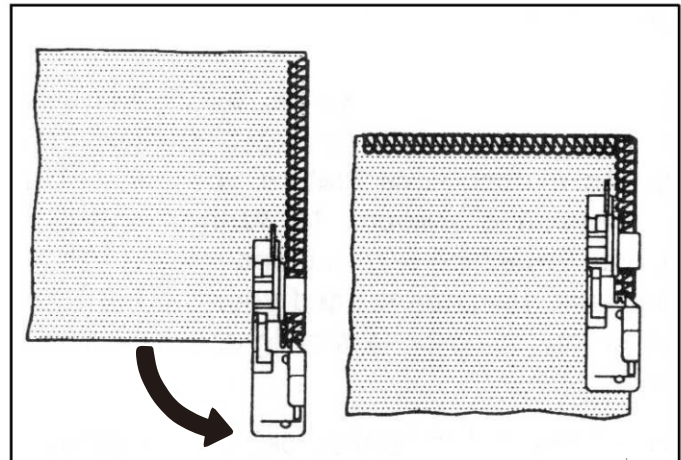

Рис.1
3. Поверните ткань, опустите лапку и начинайте обмётывать другую сторону ткани (см. рис. 1).
1. Установите катушку с вкладным шнуром (в качестве шнура можно использовать тамбурную нить, каркасную нить, шерстяную или трикотажную нить, эластичную нить) позади подставки с катушкодержателями. Проведите вкладной шнур через направители для шнура (1) и (2), а затем через направитель нити левой иглы (3) (см. рис. 1).